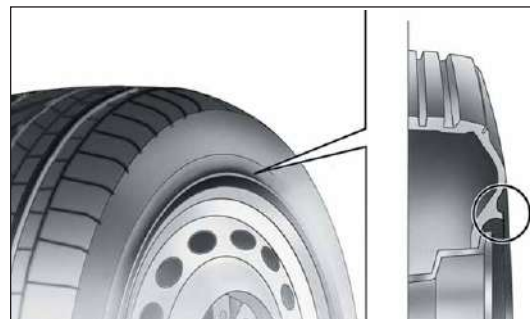

fig. 180
**RIM PROTECTORS fig. 180****WARNING**